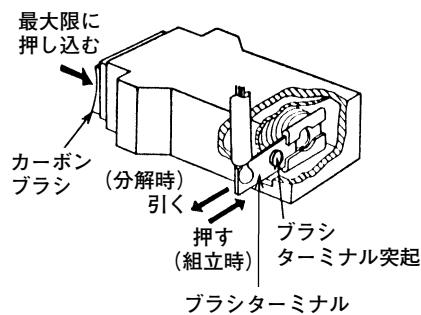
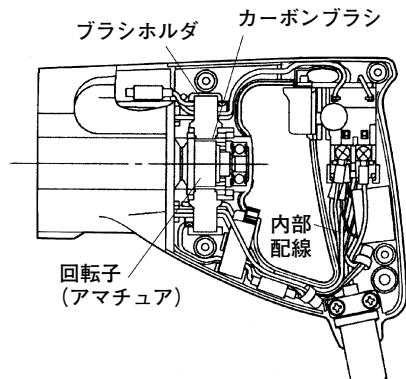

図 13
図 14
- (1) カーボンブラシをブラシホルダの中に入れ、最大限に押し込んだ状態で図13のようブラシターミナルを挿入します。
- (2) カーボンブラシを押さえながらブラシホルダをハウジングに挿入します。
- (3) 内部配線類が図14のように正規の位置にあること、また内部配線類が回転子(アマチュア)に接触する危険がないことを十分確認してください。
- (4) 内部配線類がハウジングとの間にかみ込まれないよう十分注意してハンドルカバーをかぶせ、小ねじを締付けてください。